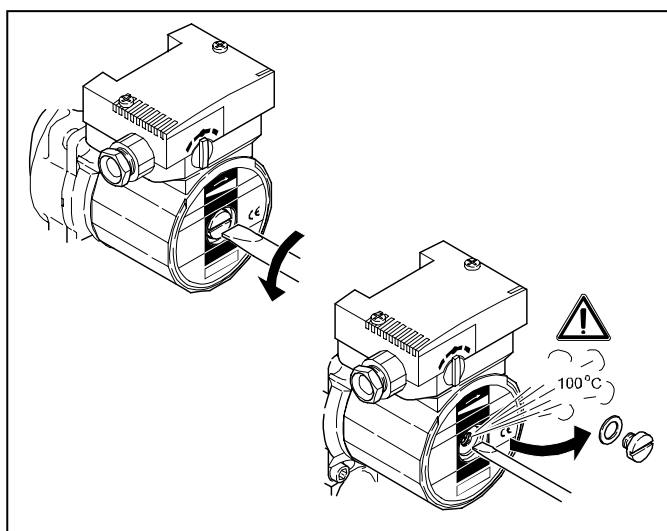

Рис. 6
- Осторожно отпустите винт для удаления воздуха и затем выкрутите его (Рис. 6).
- провернете ротор насоса вращением шлицевого конца вала с помощью отвертки или обеспечьте его ход (Рис. 6).